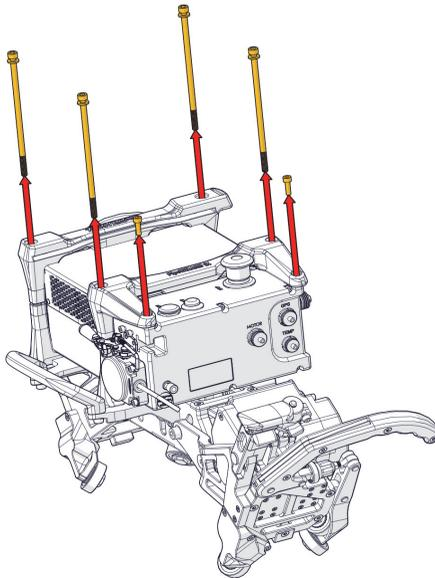

Figure 2-1 Retrait des six vis de fixation
1. Retirez les six vis de fixation (quatre vis de 6 mm et deux vis de 5 mm) de l'unité d'acquisition (Figure 2-1 à la page 91).